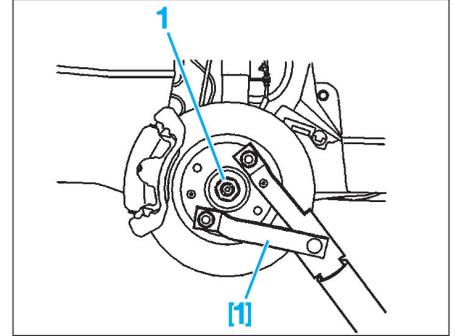

Fig. 23
- A l'aide de l'outil [1], immobiliser en rotation le moyeu (Fig.23).